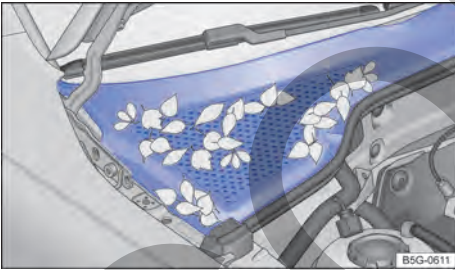

Fig. 165 Entre el compartimento del motor y el parabrasis: caja de agua (representación esquemática).
- La caja de aguas está ubicada en el compartimento del motor, entre el parabrisas y el motor, y bajo una cubierta perforada → fig. 165. El aire ambiente es aspirado de la caja de aguas al interior del vehículo por medio del sistema de calefacción y ventilación o del aire acondicionado.